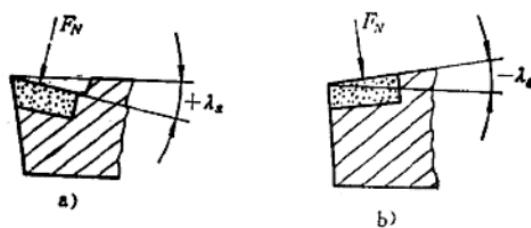

图1-2 前刀面受力分析
- 3) 采用负刃倾角 ($\lambda_s = -4^{\circ} \sim -10^{\circ}$)，提高刀刃的强度和抗冲击能力。因为负刃倾角改变了切削刃上的受力状态，使作用在切削刃上的力，由弯曲应力变为压应力，而硬质合金材料的抗弯强度差，但抗压强度高，这样就使切削刃的强度和抗冲击能力大大提高。前刀面受力分析如图1-2所示。